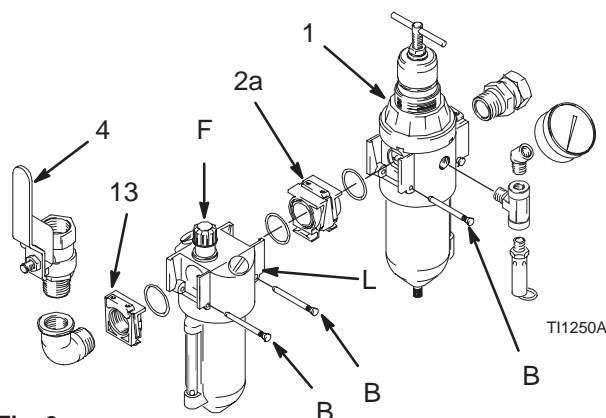

Fig. 2
- **La vanne d'air principale de type purgeur (4)** est fournie pour libérer l'air emprisonné entre la vanne et le moteur pneumatique lorsque la vanne est fermée (voir la **MISE EN GARDE** ci-dessus). S'assurer que cette vanne de purge est facilement accessible depuis la pompe et qu'elle est placée **en aval** du filtre/régulateur d'air (1). Fig. 2.
- **Le filtre/régulateur d'air (1)** régule la vitesse de la pompe et la pression de sortie en ajustant la pression d'air arrivant à la pompe. Il élimine aussi les impuretés et l'humidité contenues dans l'air comprimé d'alimentation. Implanter le régulateur le plus près possible de l'équipement qu'il régule, mais **en amont** de la vanne principale de type purgeur (4). Monter le régulateur sur la tuyauterie d'air de sorte que le sens de circulation de l'air corresponde à la flèche marquée sur le corps. Fig. 2.
2. Enlever la broche (B) de la sortie du filtre/régulateur. Fig. 2.
4. Sortir l'insert à extrémité fileté (13) avec le raccord de sortie encore monté dessus.
5. Installer le connecteur modulaire (2a) (fourni avec joints toriques et graisse) entre le filtre/régulateur et le lubrificateur (L).
6. Monter l'insert à extrémité fileté (13) sur la sortie du lubrificateur (L) (avec joint torique et graisse).
7. Monter les trois broches de fixation (B).
Le lubrificateur dose l'huile injectée dans le flux d'air afin d'assurer la lubrification automatique des moteurs pneumatiques. Il existe un moyen manuel de réglage monté sur le corps (F) du lubrificateur, Fig. 2, qui permet de réguler la quantité d'huile injectée au goutte à goutte dans le flux d'air et que l'on peut contrôler grâce à un petit hublot. La dose habituelle est de une à deux gouttes d'huile par minute. Utiliser une huile de 50 à 200 SUS (ISO grade 7 à 46) à 38°C, comme l'huile moteur Graco, réf. no. 202659.
Pour remplir, dévisser le bouchon (L, Fig. 2) et faire le plein d'huile. La capacité du lubrificateur est de 0,2 litres. Contrôler le niveau d'huile en regardant par le hublot latéral. On peut remplir le lubrificateur quand le système est sous pression. Toutefois, toujours **relâcher la pression du système** avant de démonter le bol.
2. Fermer toutes les vannes d'air principales de type purgeur, y compris celle (4) fournie avec le système. Fig. 2.
3. Tourner le croisillon du régulateur à fond dans le sens anti-horaire si vous voulez démonter le bol du filtre/régulateur d'air (1) ou intervenir sur le filtre/régulateur.
4. Ouvrir lentement le filtre/régulateur d'air (1), Fig. 2. Utiliser le filtre/régulateur pour contrôler le régime de la pompe et la pression produit. Toujours utiliser la pression d'air la plus basse en fonction des résultats escomptés. Des pressions élevées entraînent une usure prématurée de la buse et de la pompe.